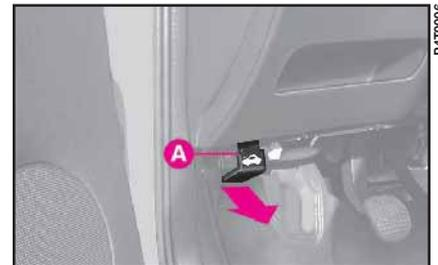

fig. 166
- 1) Tirer la manette (de couleur rouge) A (fig. 166) dans le sens de la flèche.